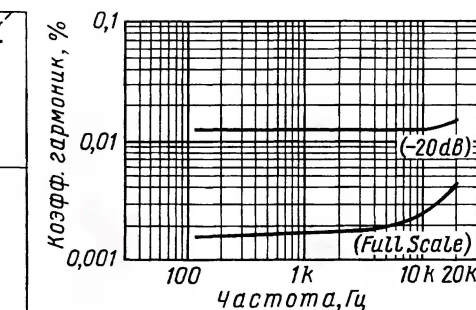
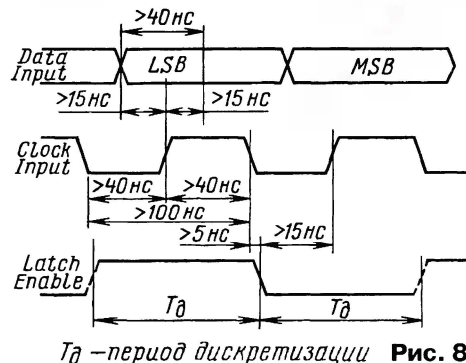

Рис. 7
Рис. 8
На рис. 6 показаны зависимости уровня нелинейных искажений на выходе ЦАП в процентах от размаха выходного сигнала при 16- и 14-разрядном квантовании. 14-разрядное квантование применяли в ряде первых моделей CD-проигрывателей (не использовали два младших разряда), полагая, что 16-разрядное квантование избыточно, и, естественно, впоследствии от этого отказались. На рис. 7 показаны зависимости уровней нелинейных искажений от частоты выходного сигнала при максимальном (FSR) и уменьшенном в 10 раз уровне выходного сигнала. На рис. 8 показаны временные соотношения входных цифровых сигналов, при этом сигнал Latch Enable (LE) служит для выделения цифровых потоков левого и правого каналов. На выходах ЦАП попеременно формируются аналоговые сигналы обоих каналов в интервалах времени, равных периоду дискретизации One Clock Cycle (частота дискретизации  $F_s = 44,1$  кГц). Для разделения каналов необходимо использовать внешние коммутаторы, управляемые сигналами LE.